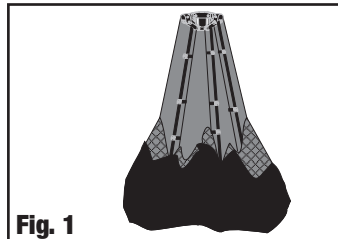

Fig. 1
- Coloque la tienda de campaña en posición vertical, con el conjunto del cubo en la parte superior. (Fig. 1)